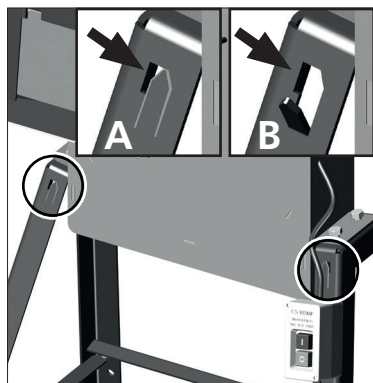

Fig. 06
En los caballetes de los trituradores existen pequeños cortes (A), que cuando se desplazan hacia afuera con ayuda de un destornillador, se convierten en ganchos (B), para fijar una bolsa al equipo. Introduzca un destornillador en el orificio al lado de la ranura y fuérzelo hacia afuera hasta torcer el acero formando un gancho (B), [Fig. 06].